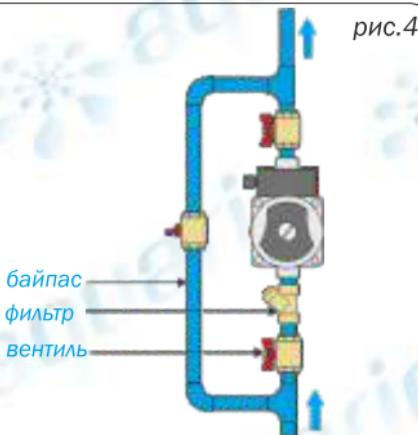

рис.4
- Предусмотрите устройство байпаса и отсекающих вентиляй, позволяющих пользоваться водой при поломке и демонтаже насоса (рис.4).